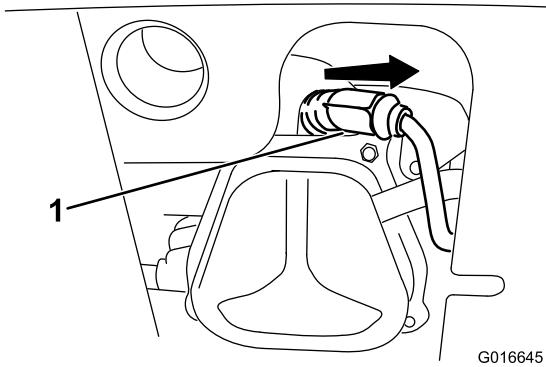

Figure 51
- Enlevez le capuchon (Figure 51).